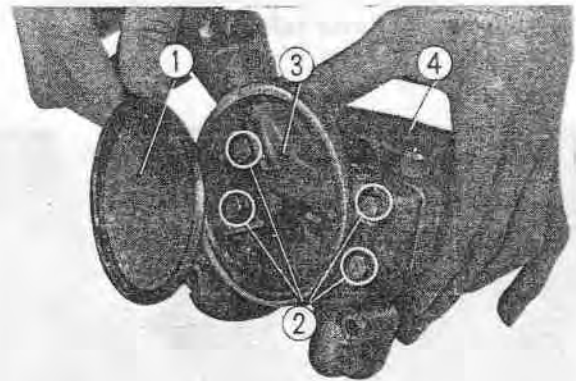

Fig. 3-12 ① Crépine métallique
5. Enlever la crépine métallique et dévisser les quatre boulons situés sur l'embase de la pompe afin de pouvoir déposer le corps de la pompe à huile (Fig. 3-12).